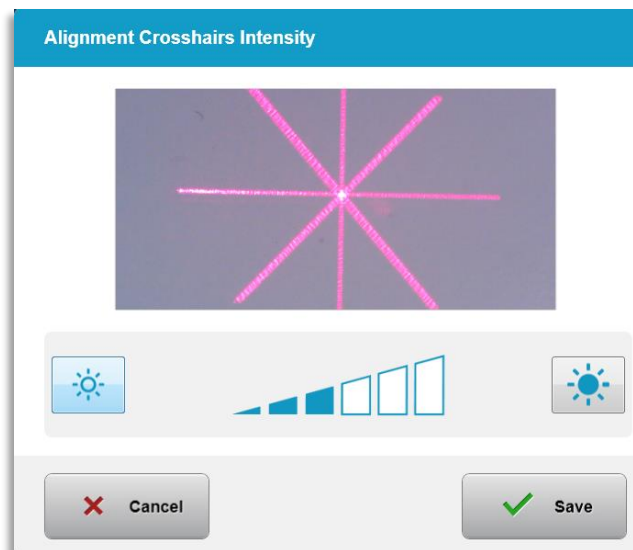

Figura 3-55. Intensità dei reticoli di allineamento
- Selezionare "Alignment Crosshairs Intensity" (Intensità dei reticoli di allineamento) dal menu System Settings (Impostazioni di sistema) per modificare la luminosità dei reticoli di allineamento. Viene visualizzata la schermata illustrata nella Figura 3-55.